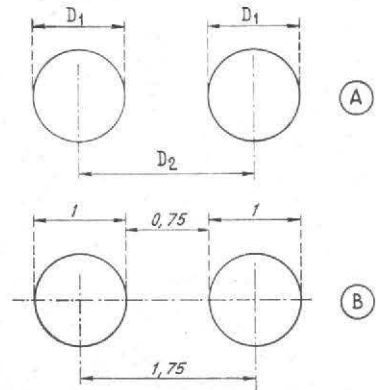

FIG. 7
Ainsi, si $D_1 = 1$ cm, $D_2 = 1,75$ cm. La figure 7 montre en (A) les diamètres D_1 et la distance D_2 et en (B) le cas particulier de la ligne de 150Ω qui laisse un espace de $0,75$ cm entre les deux tubes.
de 212 Ω, il faut que le rapport entre leur écartement d'axe en axe D₂ (voir figure 7 A) à leur diamètre D₁ soit :